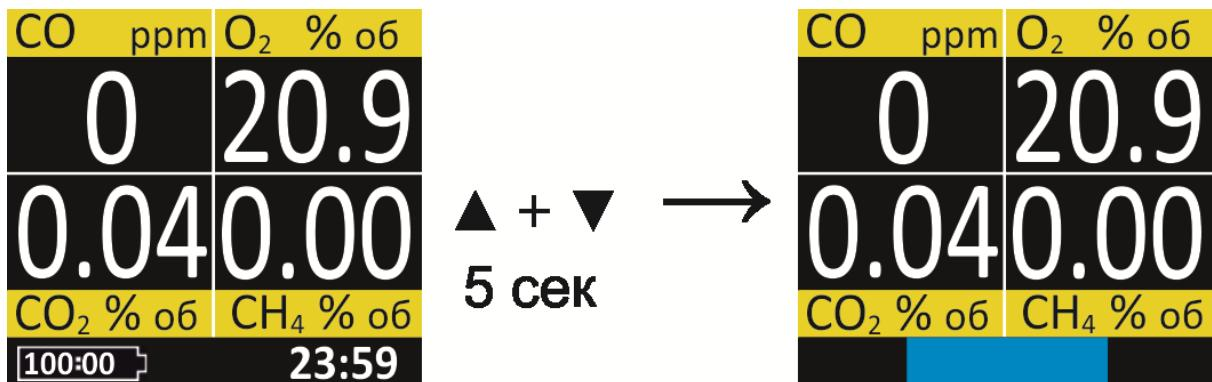

Рисунок 10 – Снятие блокировки дисплея
3.4.4 Для выключения прибора необходимо снять блокировку дисплея, одновременно удерживая клавиши "▲" и "▼" до тех пор пока полоса загрузки внизу дисплея не исчезнет и не прозвучит короткий звуковой сигнал, далее удерживать «OK» до выключения прибора (рисунок 10).